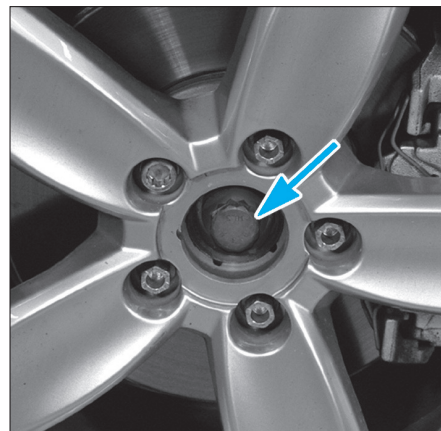

Fig. 4
- Desserrer la vis de la transmission côté roue de 90° maximum (Fig.4).